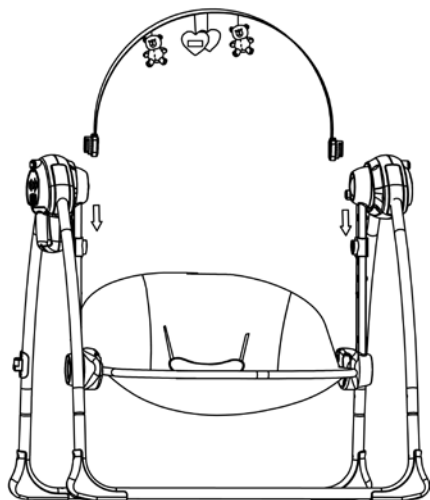

Abb.5
5. Stecken Sie die beiden Enden der Spielzeugstange in die Schlitze der Rahmen, siehe Pfeilrichtung in Abb. 5.